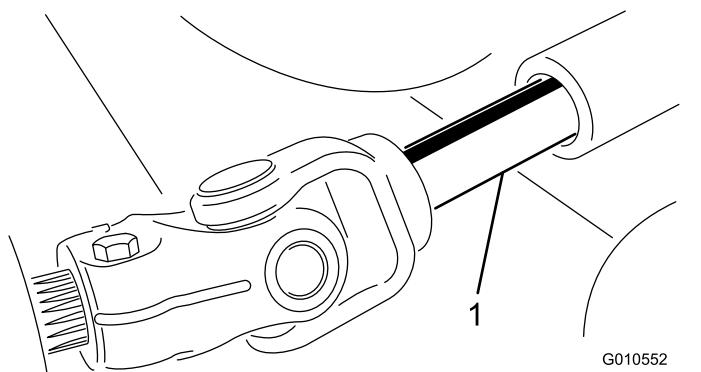

Figura 20
- Aleje la unidad de corte de la unidad de tracción, separando las secciones macho y hembra del árbol de la TDF (Figura 20).